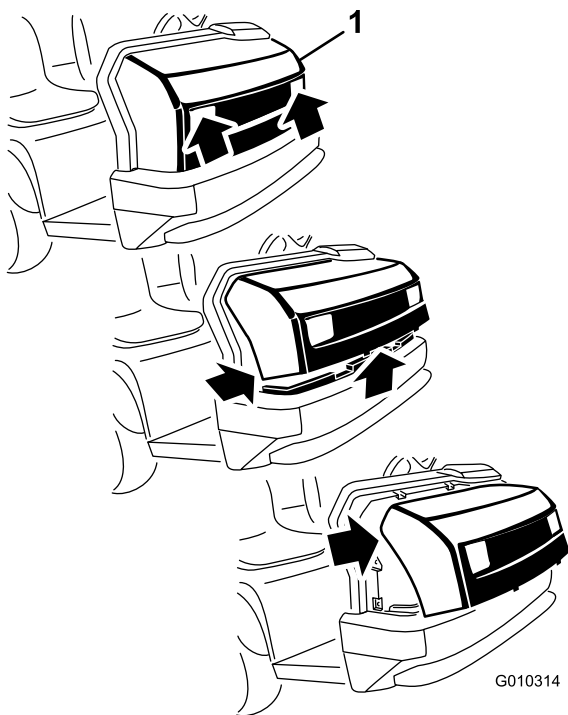

Figura 1
6. Apucând capota de orificiile farurilor, ridicai-o pentru a elibera proeminențele de montare inferioare din fantele de pe bara de protecție (Figura 1).
7. Pivotați partea de jos a capotei în sus până când puteți trage proeminențele de montare superioare din fantele cadrului (Figura 1).
8. Pivotați partea superioară a capotei în față și deconectați conectorii cablurilor de la faruri (Figura 1).